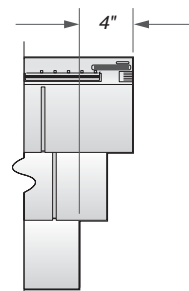

figura 2
1) Cree un borde recto del lado derecho del panel cortando las dos tejas superiores, para que estén al ras de la teja inferior, como se muestra en la figura 2.